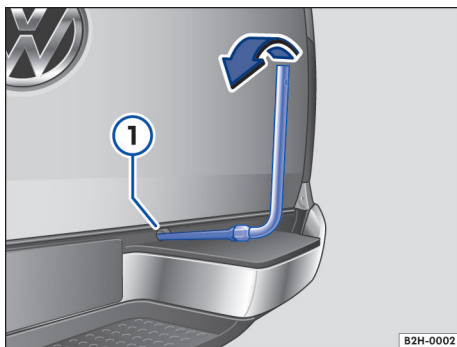

Fig. 189 Girar a roda sobressalente para baixo pelo guincho.
- Empurrar a chave de caixa das ferramentas de bordo sobre o parafuso de cabeça quadrada → Fig. 189 ① → ②.
- Girar a roda sobressalente ou a roda de emergência para fora do suporte na direção da seta → Fig. 189 até o batente. Nesse caso, é preciso vencer uma resistência. A resistência estará vencida quando soar um ruído “de estalo”.
- Introduzir a chave de caixa no parafuso de cabeça quadrada → Fig. 189 ①.
- Girar a chave de roda levemente no sentido contrário à seta → Fig. 189.